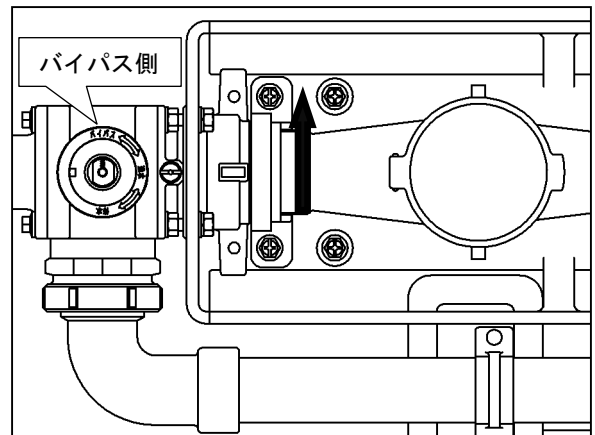

図 10
- ①バイパス切換用ハンドルを使い、流路切換弁をバイパス側に切り換えます。バイパス通水時はハンドルを取り外すことはできません。
- ②仕切弁のハンドルを「S」方向に回し、弁を閉じて下さい。
- ③空気抜栓を緩め、内部の圧力を抜いて下さい。
- ④スライダーハンドルを固定している結束バンドを切して下さい。
- ⑤スライダーハンドルを「0」方向に回し、メータを取り外して下さい（図 10）。
- ⑥メータ接続部の O リングを新しいものと交換します。